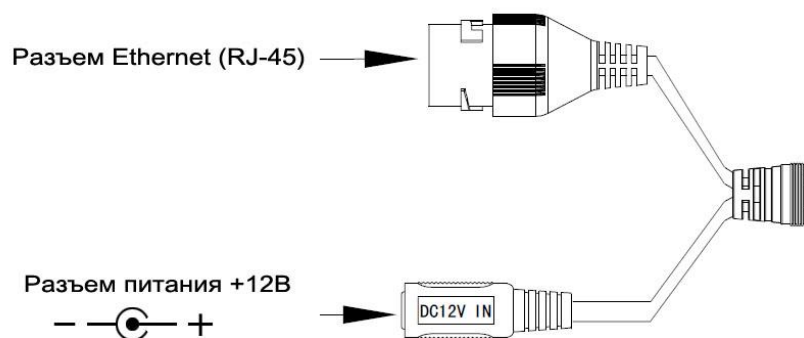

Рисунок 4
4.6 Подключите соединительные провода (разъемы) в соответствии со схемой внешних подключений (рис.4) и соблюдением полярности. Неверное соединение может привести к повреждению и/или неправильному функционированию оборудования.